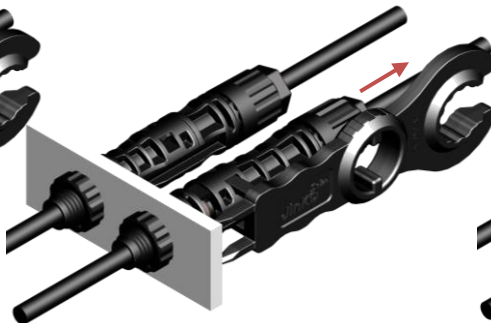

Figure 23
- ◇ 拉拔电缆连接器，即可分开公母连接器（如图 23&24）。
Pull the cable connector by hand respectively. The connector can now be separated (Fig. 23 &24).